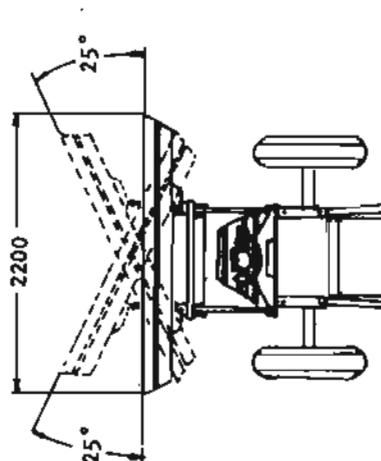

Fig. 3
*La niveladora de montaje delantero:* es poco utilizada en tractores agrícolas, debido a las limitaciones que ofrece, en angulaciones (hasta  $30^\circ$ ) y penetración máxima en el suelo de 0,15 m. en cada pasada. (Fig. 3)